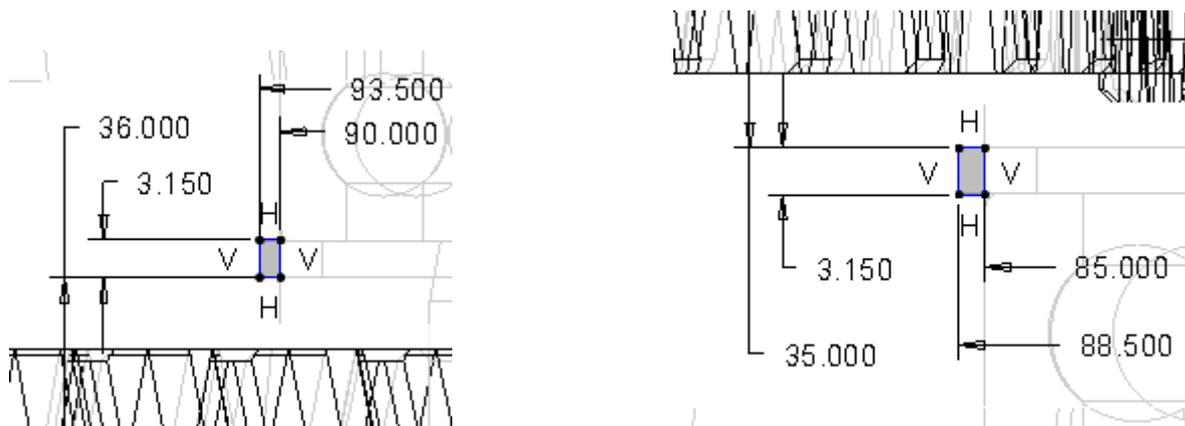

Abb. 9 Skizze Drehen Sicherungsring: links am Abtrieb; rechts am Antrieb
- ▶  Drehen ▶ Skizzenebene: E\_TEILUNG ▶ Referenzen: E\_ABTRIEB, E\_ZRSTUFE ▶ Rotationsachse in E\_ABTRIEB ▶ Skizze siehe Abb. 9 (Referenzen für die gezeigten Durchmesser- und Abstandsmaße sind A\_ANTRIEB bzw. A\_ABTRIEB und die E\_ZR\_STUFE)